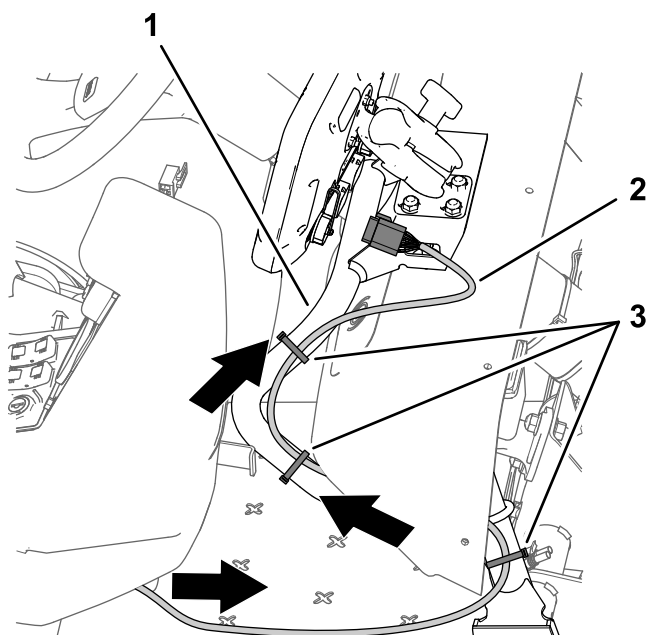

Figure 207
1. Acheminez la branche de 220 cm du faisceau de données (branche dotée du connecteur à 26 douilles) vers l'avant et sous la planche de bord (Figure 207).
2. Acheminez la branche de 220 cm du faisceau de données le long du tube de support du moniteur (Figure 207)
4. Vérifiez que la branche de 220 cm du faisceau de données est assez détendue pour permettre à l'opérateur d'ajuster la position du moniteur, et fixez le faisceau au tube de support du moniteur avec des serre-câbles, comme montré à la Figure 207.